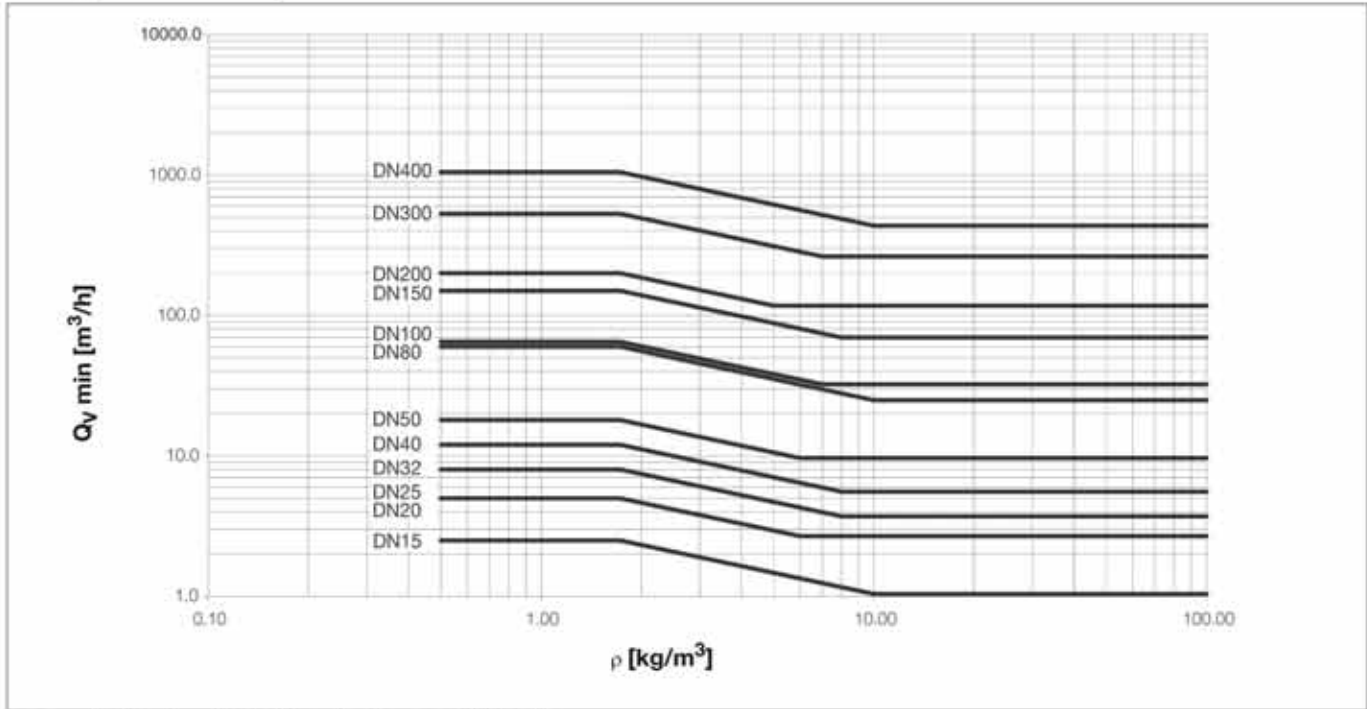

图20: 最小流量，气体/蒸汽（作为介质密度的函数）
- ρ = 7.4 kg/m³ 时的线性范围起始值 (来自图20):